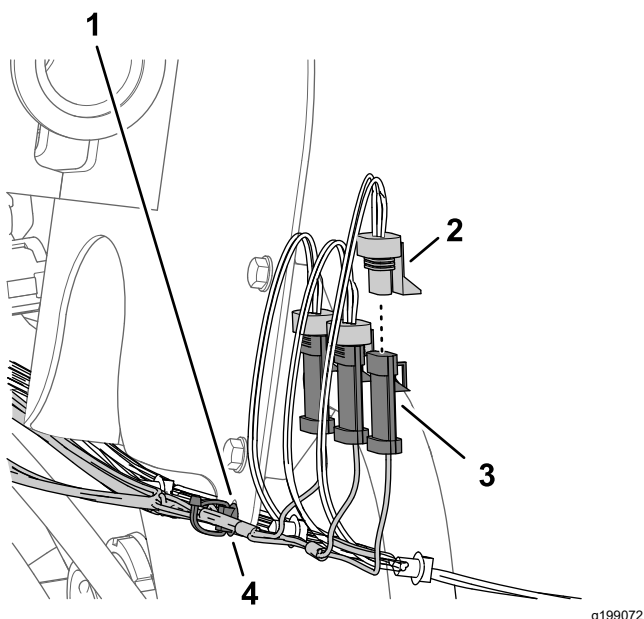

Figura 86
- Conecte el conector de 3 pines de la rama de 89 cm (35") del arnés de fumigación del kit marcado LEFT SPRAY al conector hembra de 3 vías del arnés de cables de la máquina marcado LEFT SPRAY VALVE (Figura 86).
2. Conecte los conectores de 3 pines del arnés de fumigación del kit marcado CENTER SPRAY al conector hembra de 3 vías del arnés de cables de la máquina marcado CENTER SPRAY VALVE (Figura 86).
3. Conecte el conector de 3 pines del arnés de fumigación del kit marcado RIGHT SPRAY al conector hembra de 3 vías del arnés de cables de la máquina marcado RIGHT SPRAY VALVE (Figura 86)
4. Introduzca la grapa del arnés de fumigación del kit en el orificio de la pestaña del soporte del caudalímetro (Figura 86).